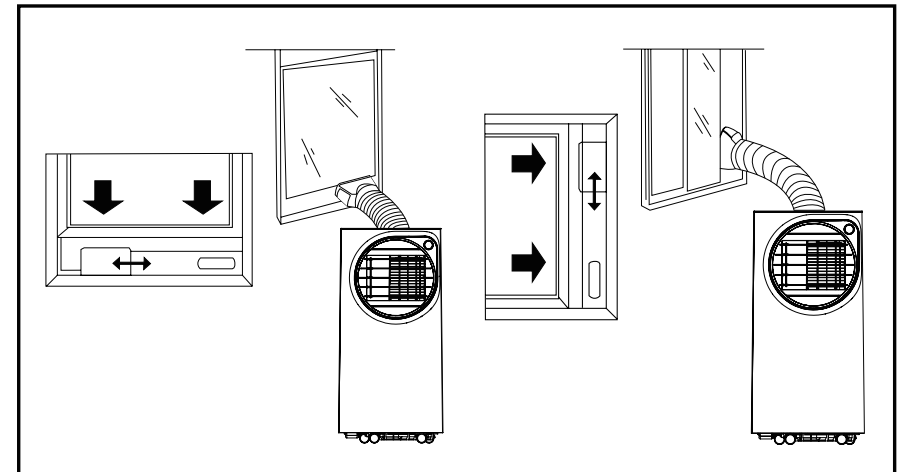

Abb.8
- Bei Installation auf dem Fenster, stecken Sie das Verbindungsstück zur Gleitschiene in die verstellbare Gleitschiene, passen Sie die Fensteröffnung an, damit die Gleitschiene gut in das Fenster passt. Die Länge der Gleitschiene ist einstellbar. (Abb.8)